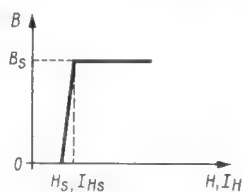

Bild 5. Magnetisierungskurve mit ausgeprägtem Sättigungsknick
quenz. Dimensioniert man nach der Bemessungsvorschrift (2), d. h. ist $U_1 = U_B$, dann gilt für die Primärwindungszahl bei Annahme einer rechteckigen Magnetisierungskurve und bei einem Magnetisierungsstrom I_{HS} im Sättigungsknick (Bild 5), der klein gegen den übersetzten Basisstrom \bar{I}_B/\bar{u} ist (d. h. bei annähernd rechteckförmiger Spannung u_1), die Formel
B_S = Sättigungsinduktion (Bild 5)
Damit die Treiberspannung u_1 während der Halperiode möglichst konstant bleibt, muß der Magnetisierungsstrom vor Einsetzen der Sättigung klein gegen den übersetzten Basisstrom sein. Andererseits erzeugt ein sehr kleiner Magnetisierungsstrom bei seinem Sättigungsanstieg nur einen verhältnismäßig geringen Spannungsabfall am Widerstand R_K , so daß der Umschaltvorgang nicht kräftig genug eingeleitet wird. Ein günstiger Kompromiß für den Sättigungswert I_{HS} (Bild 5) des Magnetisierungsstromes liegt im Bereich
wie möglich zu halten; denn mit steigendem Restluftspalt wird die Scherung der Magnetisierungskurve (Bild 5) größer, um so schlechter wird daher das Umschaltverhalten des Wandlers. Bei Kernen mit wenig ausgeprägtem Sättigungsknick wird sich mit dem Wert s auch die Frequenz ändern. Erfahrungsgemäß kann bei normalem Aufwand mit einem wirksamen Restluftspalt $s \approx 0,02$ mm gerechnet werden. Im vorliegenden Fall ergibt sich aus Gleichung (5) mit den Zahlenwerten des vorigen Abschnittes